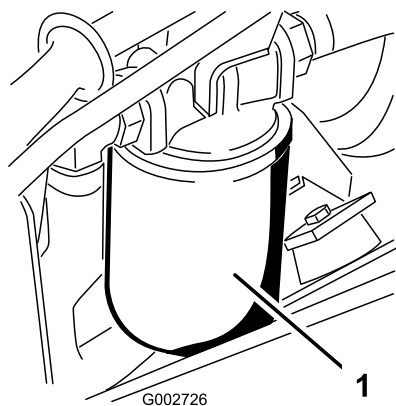

Рисунок 41
- Поместите сливной поддон под гидравлический фильтр, расположенный на левой стороне машины (Рисунок 41).